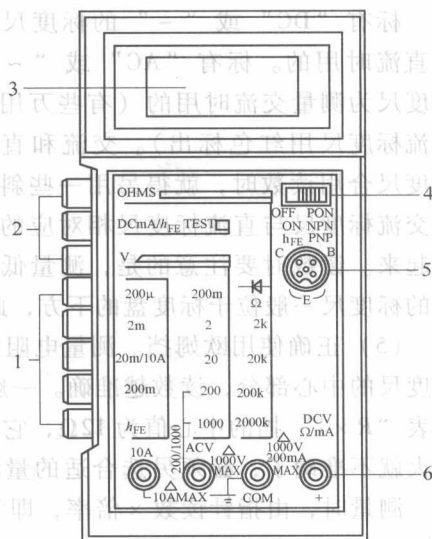

图 1-5 数字式万用表的面板
2. 数字式万用表 数字式万用表具有测量精度高、显示速度快、体积小、重量轻、耗电省、能在强磁场区使用等优点，因此得到广泛的应用。如图 1-5 所示为 DM—100 型数字式万用表的面板。